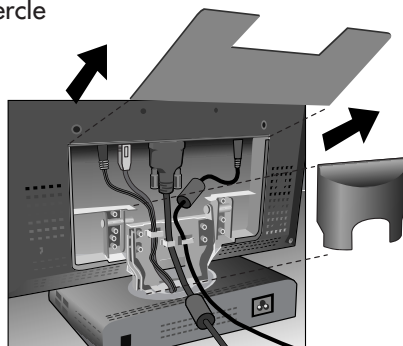

Figure R.1
1. Retirez le couvercle arrière et le couvercle du câble (Figure R.1).